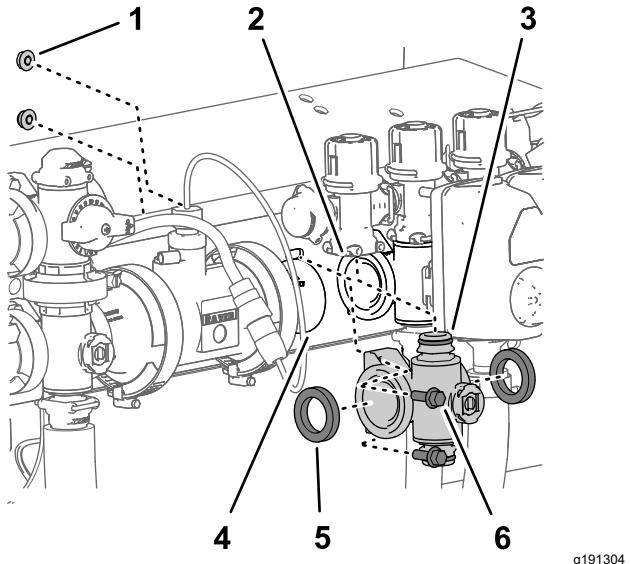

Figura 122
- Para los distribuidores de la válvula de sección izquierdo y derecho, retire los 2 pernos con arandela prensada ($\frac{1}{4}$ " x $\frac{3}{4}$ ") y las tuercas prensadas y las 2 contratuerzas prensadas ($\frac{1}{4}$ ") que sujetan el distribuidor de la válvula de sección al soporte de la válvula (Figura 122).
- Mueva el distribuidor de la válvula de sección y las juntas hacia abajo hasta que estén libres de la válvula de desvío de sección, y luego retírelos de la máquina (Figura 122).